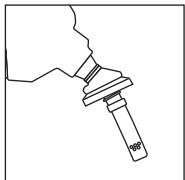

Figure 26
- ✓ Visually inspect the dispensing equipment for excessively worn, abused, mistreated or leaking equipment or damage to the spout shear groove. Replace equipment immediately. (*See Figure 26*)
- ✓ Inspection visuelle de l'équipement de distribution pour usage excessif, mauvais traitement, usure, fuite ou dommage au niveau du bec. Remplacez l'équipement immédiatement. (*Voir Fig. 26*)